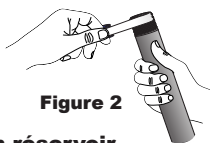

Figure 2
3. Enveloppez l'extrémité filetée du tuyau d'aspiration de trois ou quatre tours de ruban de filetage (voir figure 2). Vissez le tuyau d'aspiration dans la partie inférieure de l'adaptateur et serrez-le à la main.